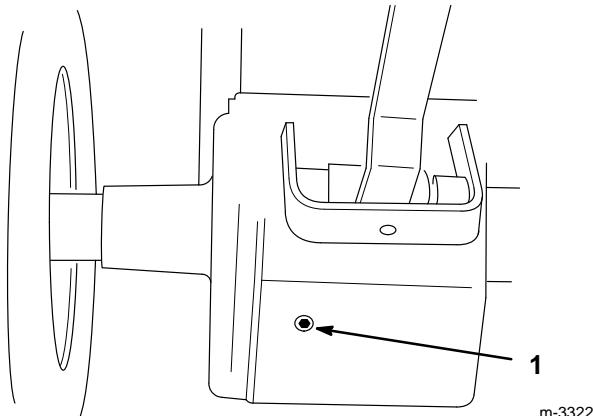

Abbildung 47
3. Eine Schale unter die Ablaßöffnung der Hinterachse stellen. Den Ablaß öffnen, indem die Schraube herausgeschraubt wird (Abb. 47).